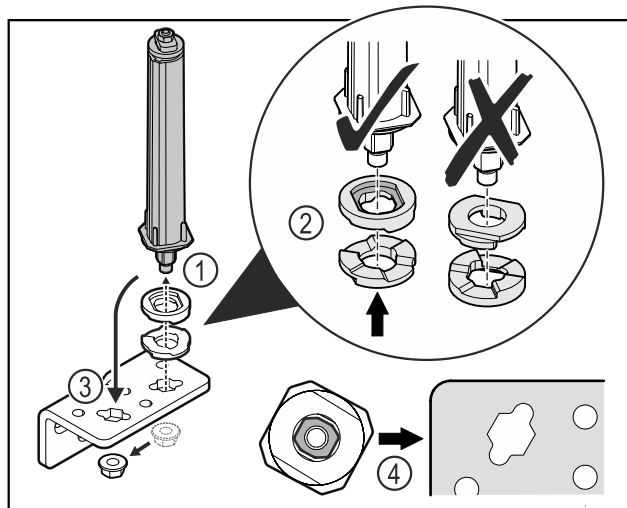

Fig. 29
- ▶ Oldja ki az anyát, és távolítsa el az ajtózáro rendszert Fig. 29 (1).
- ▶ Ügyeljen a magasságállító alátétek helyes beigazítására Fig. 29 (2).
- ▶ Helyezze át az ajtózáro rendszert a zsanéridombban, és rögzítse az anyával Fig. 29 (3).
- ▶ Behelyezéskor ügyeljen az ajtózáro rendszer helyes beigazítására Fig. 29 (4).